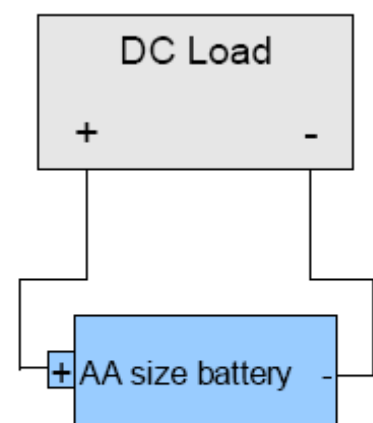

Figure 5. Paramétrage du test de la décharge de la batterie
6) de la courbe de la décharge de la batterie pour la batterie Alcaline AA testés avec le paramètre sur la figure 5.